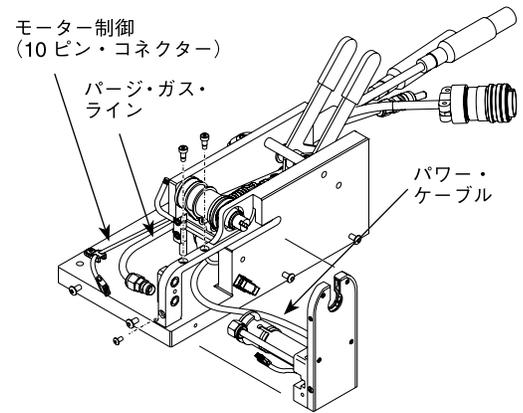

図 56：内部配線を再接続する
14. パージ・ガス・ラインを再度接続します。図 56 をご参照ください。